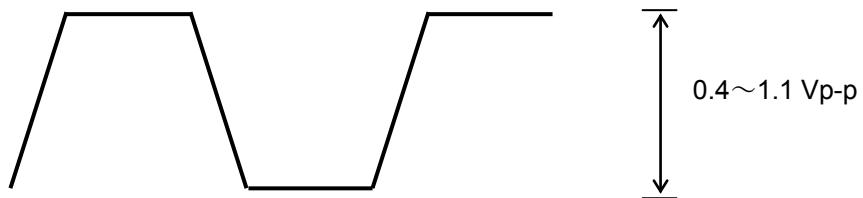

図6.3.6-2 サンプリングオシロスコープで測定された波形例
4. サンプリングオシロスコープのアベレージング機能を使い測定し、測定された波形のレベルが図 6.3.6-2 に示す範囲に収まっていることを確認してください。